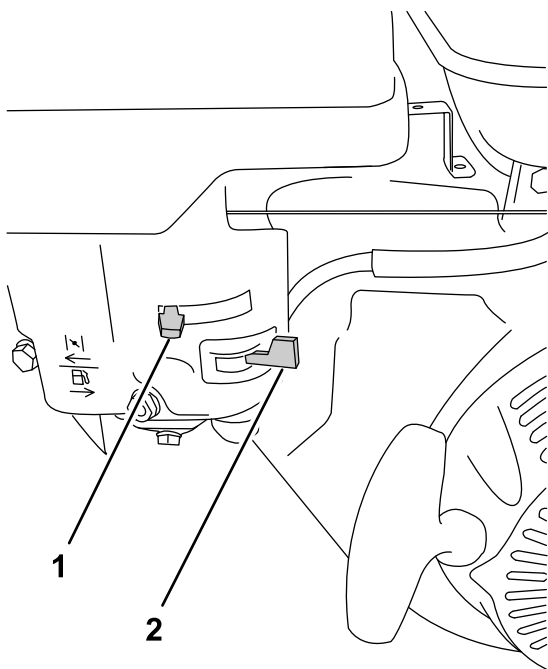

Figura 14
1. Mueva la válvula de cierre del combustible a la posición de ABIERTO (Figura 14).
3. Coloque la palanca del estérter como se indica a continuación (Figura 14):